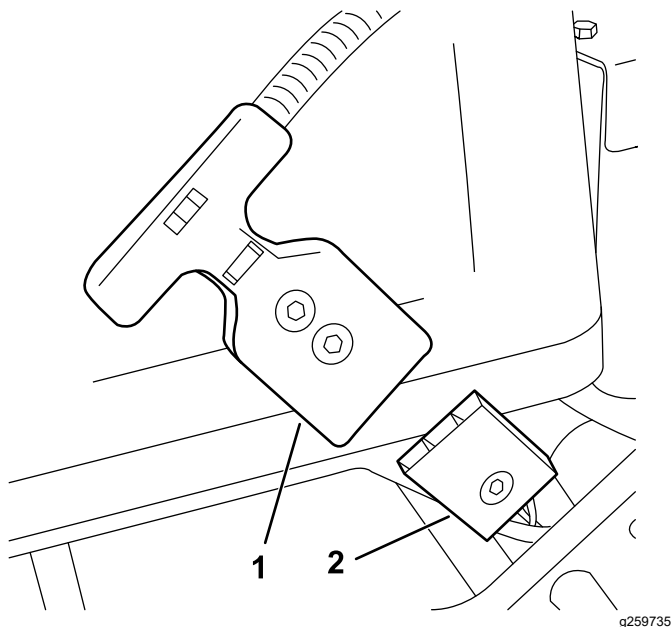

Figura 12
1. Conectai conectorul mânerului T la conectorul sursei principale de alimentare (Figura 12).